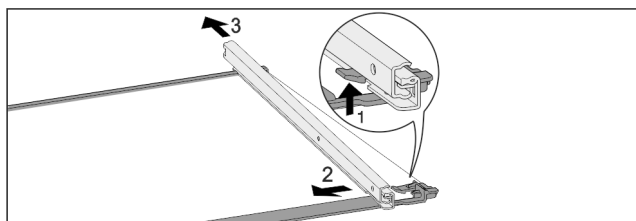

Fig. 104 Placa de sticlă cu șine
- ▶ Apăsați în sus cârligul de blocare frontal. Fig. 104 (1)
- ▶ Îndepărtați șinele de extragere prin împingere în lateral Fig. 104 (2) și spre spate Fig. 104 (3).